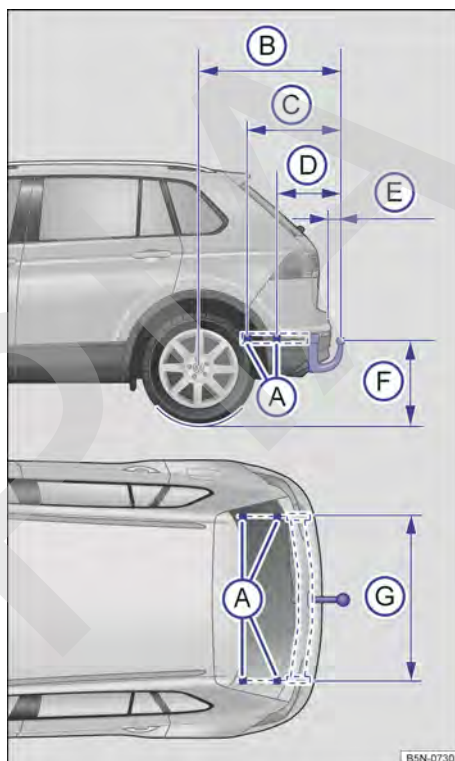

Fig. 202 Cotas y puntos de fijación para el montaje posterior de un dispositivo de remolque.
Si se monta posteriormente un dispositivo de remolque, habrá que tener siempre en cuenta las cotas de distancia → fig. 202. La distancia entre el centro del cabezal esférico y la calzada (F) deberá ser siempre superior a la mínima indicada. ▶